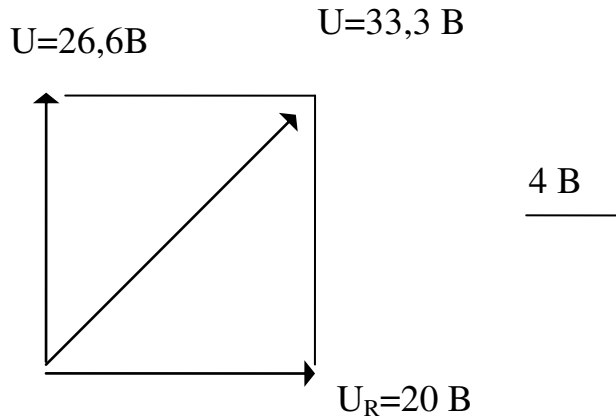

Рис. 11
11). Треугольник напряжений (строится с указанием масштаба) (см. рис. 11).